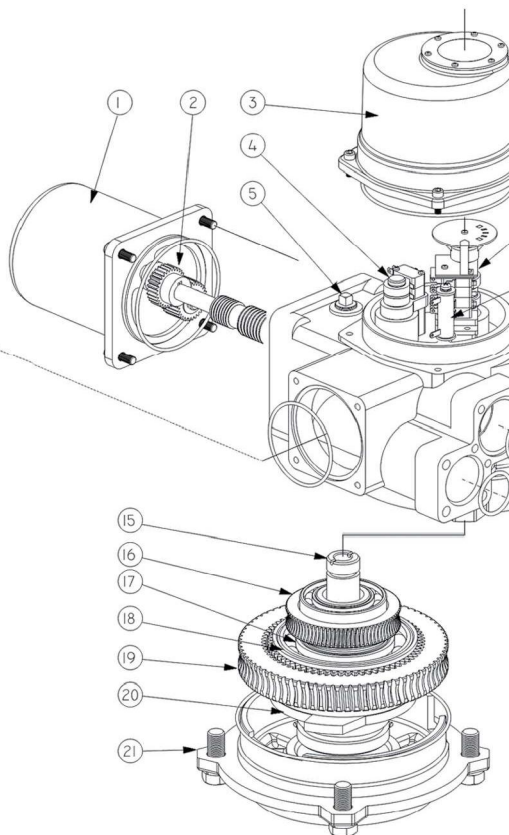
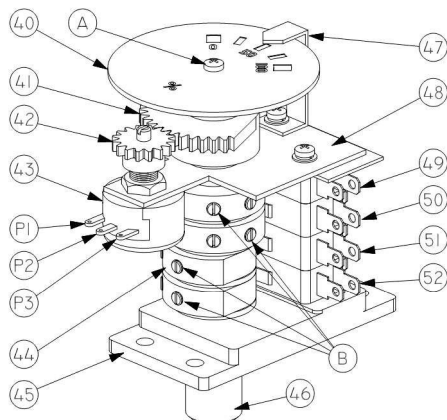
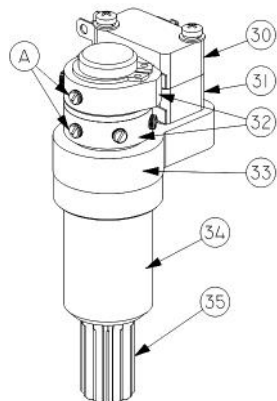

Рис.1 Электропривод ГЗ-ОФ
Рис. 2 Индикатор положения затвора арматуры
Рис.3 Двухсторонняя муфта ограничения крутящего момента
Электропривод состоит из следующих узлов и деталей (рис.1): электродвигателя (1); силового редуктора, в состав которого входит: червячный редуктор (11, 16), червячный редуктор маховика ручного дублера (13, 19) и планетарная передача (18); двухсторонней муфты ограничения крутящего момента (моментной муфты) (4); ограничителя хода выходного вала (6); индикатора положения затвора арматуры (40, 47) (рис.2); выходного вала (15); механических упоров открытия и закрытия (9, 10); клеммной колодки контактных соединений (23) и корпусных деталей.
Вращение электродвигателя (1) через прямоугольную цилиндрическую шестерню (2) передается на червячный редуктор (11, 16), который соединен через планетарную передачу (18) с муфтой сцепления (20). Вращение муфты сцепления обеспечивает вращательное движение выходного вала (15). Выходной вал электропривода механически связан с индикатором положения затвора арматуры (40, 47) (рис.2) и ограничителем хода
Ограничитель хода выходного вала (6) механически связан с выходным валом (15). При достижении ограничителем хода выходного вала заданных параметров микровыключатели (49,50,51,52) (рис.2) отключают электропитание электродвигателя.
Индикатор положения затвора арматуры (40,47) (рис. 2) механически связан с валом ограничителя хода выходного вала. После надлежащей настройки указания индикатора соответствуют определенным положениям затвора арматуры независимо от режима работы электропривода – ручного или электрического.
При достижении предварительно установленной величины крутящего момента в положении ЗАКРЫТО или ОТКРЫТО, либо в случае аварийного заклинивания штока затвора арматуры в промежуточном положении, выходной вал (15) (рис.1) с червячным колесом (16) останавливается, а червяк (11), ввинчиваясь в венец червячного колеса (16), вследствие продолжающегося вращения ротора электродвигателя, начинает перемещаться в осевом направлении, сжимая тарельчатые пружины (12). Величина сжатия тарельчатых пружин определена настроенным крутящим моментом моментной муфты. Поступательное движение червяка (11) приводит к вращению вала моментной муфты (34) (рис.3). Кулачки (32), расположенные на валу моментной муфты, нажимают кнопки муфтовых микровыключателей (30, 31), размыкая цепь управления питанием электродвигателя электропривода.
2.6 МЕХАНИЧЕСКИЕ УПОРЫ (рис. 1)